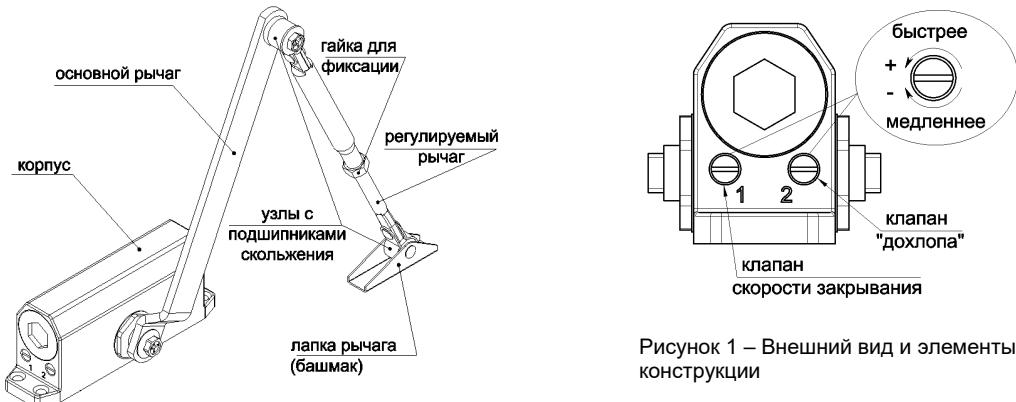
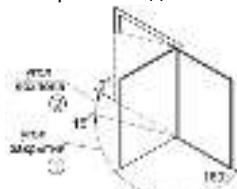

Рисунок 1 – Внешний вид и элементы конструкции
Рисунок 3 – Регулируемые зоны закрытия двери
- Сценарий, по которому дверь будет **закрываться** в двух зонах (см. рисунок 3), можно регулировать клапанами 1 и 2 (см. рисунок 1) при помощи отвёртки. Скорость и усилия во второй зоне должны быть немного большими для того, чтобы дверь захлопнулась.